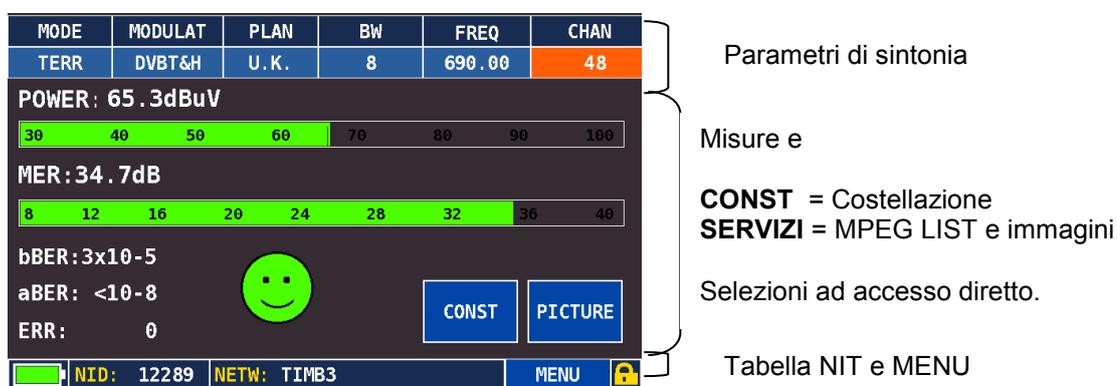

Fig. 12.2 MEAS display
- **MER:** Errori di modulazione in dB. Questa misura è rappresentata da un valore numerico e da una barra con memoria di picco del segnale ricevuto (rif. fig. 12.2).
Selezionando CONST nella schermata delle misure MEAS (rif. fig. 12.2), lo strumento visualizzerà la costellazione del canale in esame: